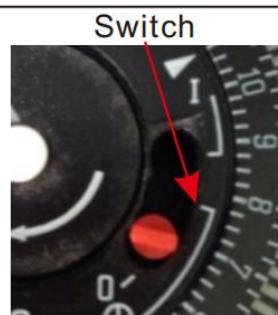

Figure 3
3. Appuyez sur l'interrupteur et placez-le sur la position '' (voir figure 3).